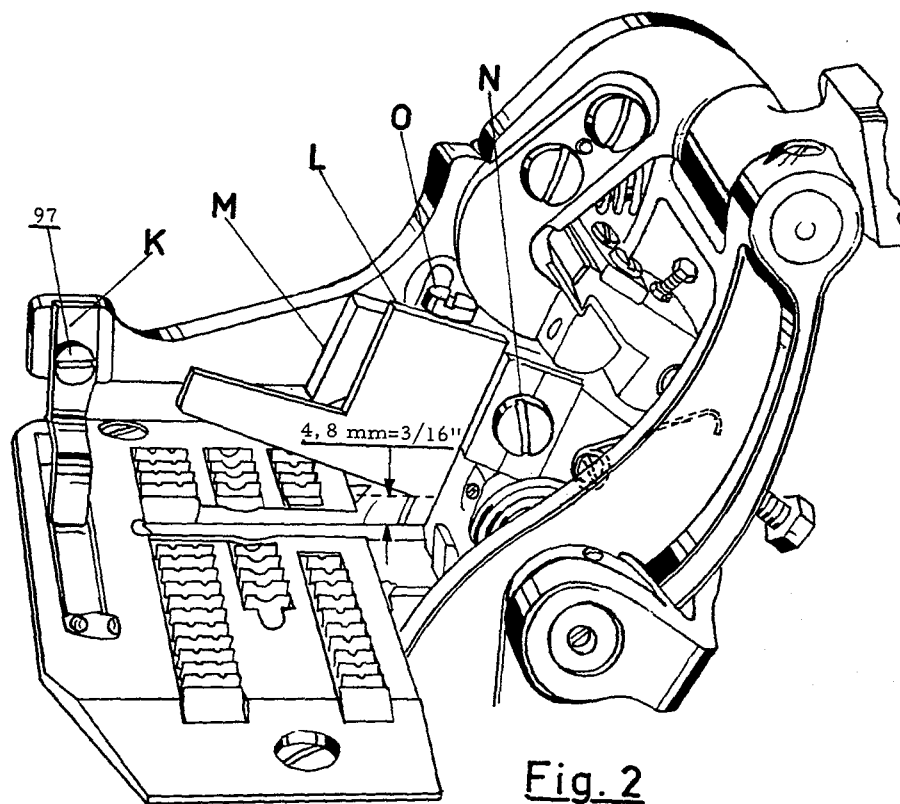

Fig. 2
4. Führe das Obermesser "L" in den Messerhebel "M" ein. Hierbei muß die Messerhebelachse gegen den Federdruck nach hinten gehalten werden. Schiebe das Messer soweit nach oben, daß der Schneidkantenrücken am Messerhebel anschlägt. Ziehe die Pratzschraube "N" zunächst nur leicht an. Setze das Obermesser durch Drehen des Handrads in Bewegung. In seiner tiefsten Stellung sollte das Obermesser das feststehende Untermesser an der Spitze um 1 mm überlappen. In dieser Stellung ist die Schraube "O" mit der Oberkante des Messers "L" in Anschlag zu bringen, und dann die Pratzschraube "N" endgültig festzuziehen. Auf Grund dieser Einstellung sollte der Durchgang in geöffnetem Zustand am Messerzapfen etwa 4,8 mm = 3/16" betragen. (Siehe Fig. 2).
4. Insert upper knife "L" in upper knife lever "M" and push the upper knife lever shaft back against the spring pressure. Raise the upper knife as high as it will go. Tighten the clamp screw "N" slightly. Move the upper knife by turning the handwheel in its lowest point of travel. The upper knife should overlap the stationary knife by 1 mm = .040 inch. In this position the screw "O" has to contact the upper edge of the knife "L". Now tighten the clamp screw "N" securely. When open there should be about 4,8 mm = 3/16 inch opening at the pilot end of the knives (see Fig. 2).